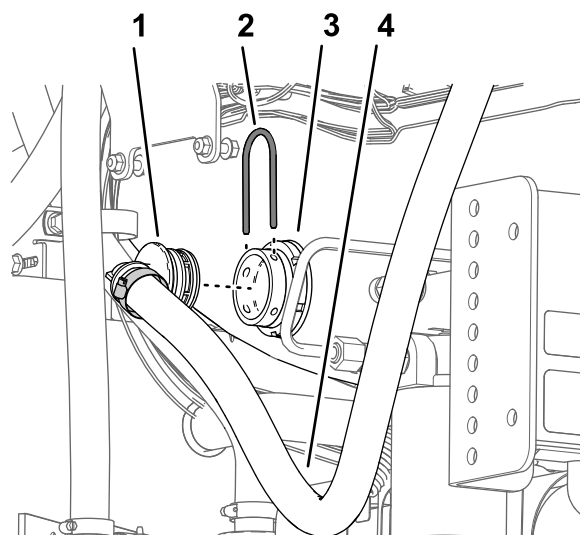

图 63
2. 卸下将旁通软管下端的 90° 宝塔接头固定至打药机药缸隔板接头的大卡环图 63。